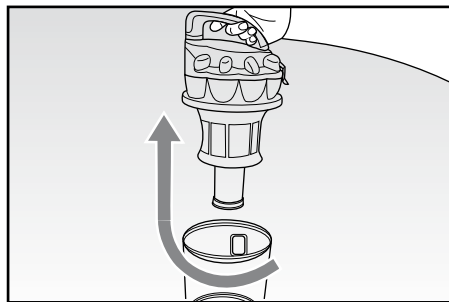

Fig. 10
- rimuovere il filtro completo ruotandolo in senso orario (Fig. 10).
- Prima di procedere con un nuovo utilizzo, occorre riassemblare il contenitore (A).
- Inserire il filtro all'interno del contenitore (A) e bloccarlo ruotandolo in senso antiorario.